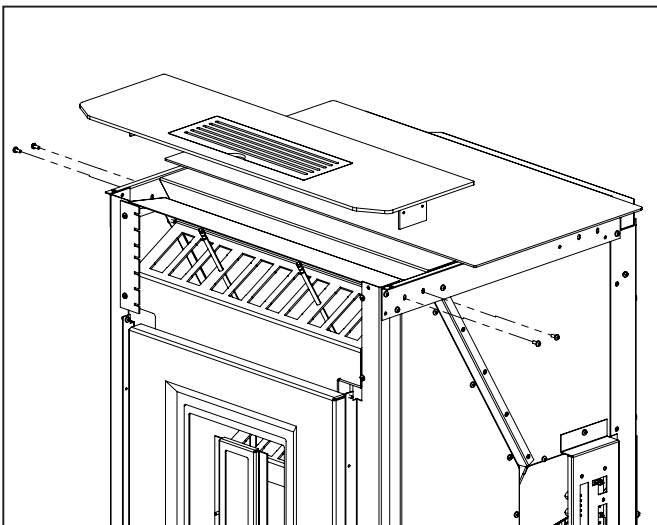

Figure 5: Retrait de la plaque grillagée avant du dessus.
5. Dévissez les 4 vis et retirez la plaque grillagée avant du dessus. (Figure 5)